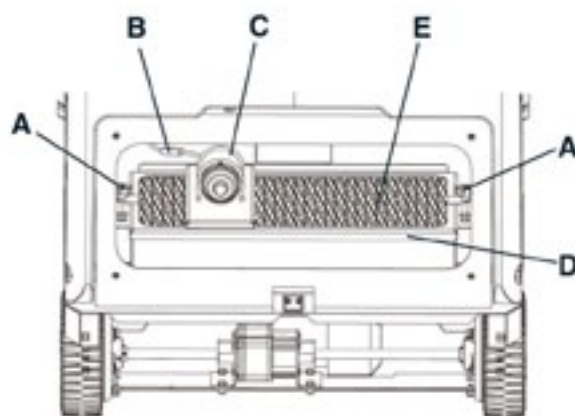

图 9
- 6) 旋出旋钮 A（图 9）。
- 7) 松开过滤器振尘电机（C）的连接插头 B（图 9）。
- 8) 移开过滤器的固定支架 D（图 9）。
- 9) 取出过滤器 E（图 9）。
- 安装过滤器 E（图 9）时，金属丝网面 B（图 10）应向上